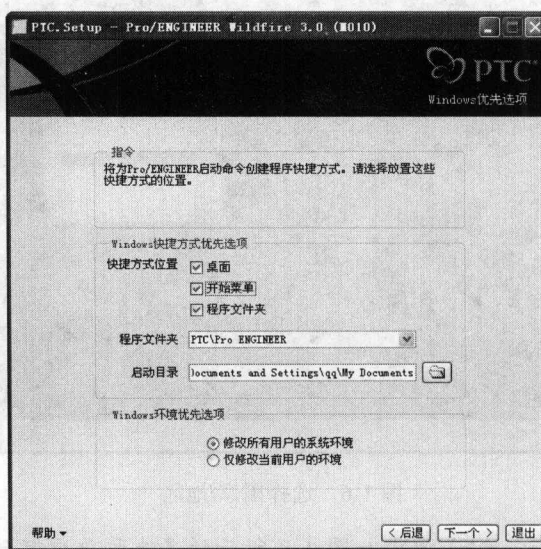

图 1-11 Windows 优先选项
(8) 单击【确定】按钮, 弹出如图 1-11 所示的【Windows 优先选项】对话框, 在【快捷方式位置】上选择【桌面】、【开始菜单】和【程序文件夹】复选框。